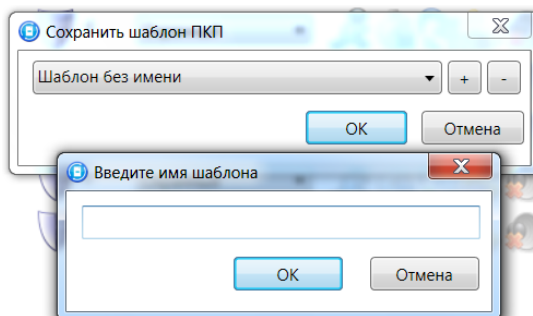

Рисунок 5.14 – Сохранение шаблона
**Сохранить шаблон настроек:** открытие окна **Сохранить шаблон ППК** (см. рисунок 5.14), с помощью которого можно сохранить конфигурацию выбранной панели в качестве шаблона.